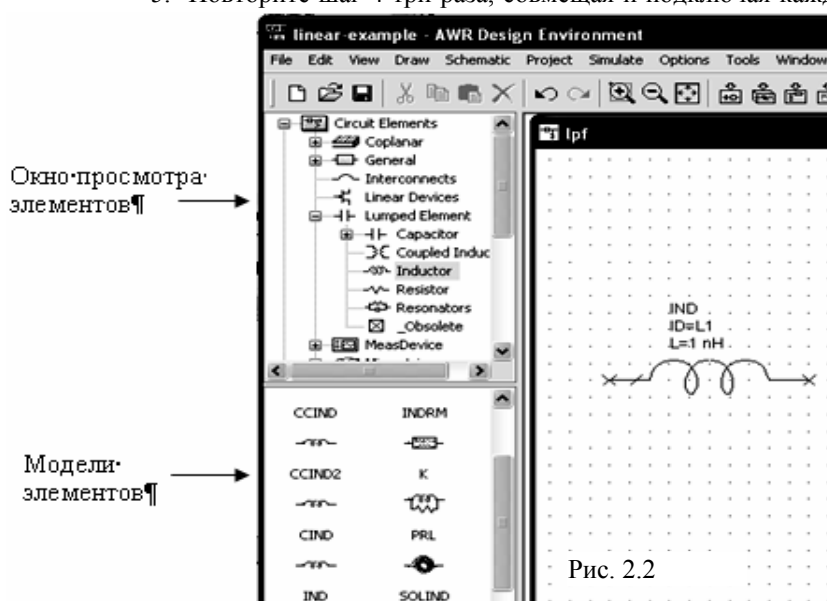

Рис. 2.2
1. Нажмите панель **Elements** в нижней части левого окна, чтобы открыть окно просмотра элементов (см. рис. 2.2).